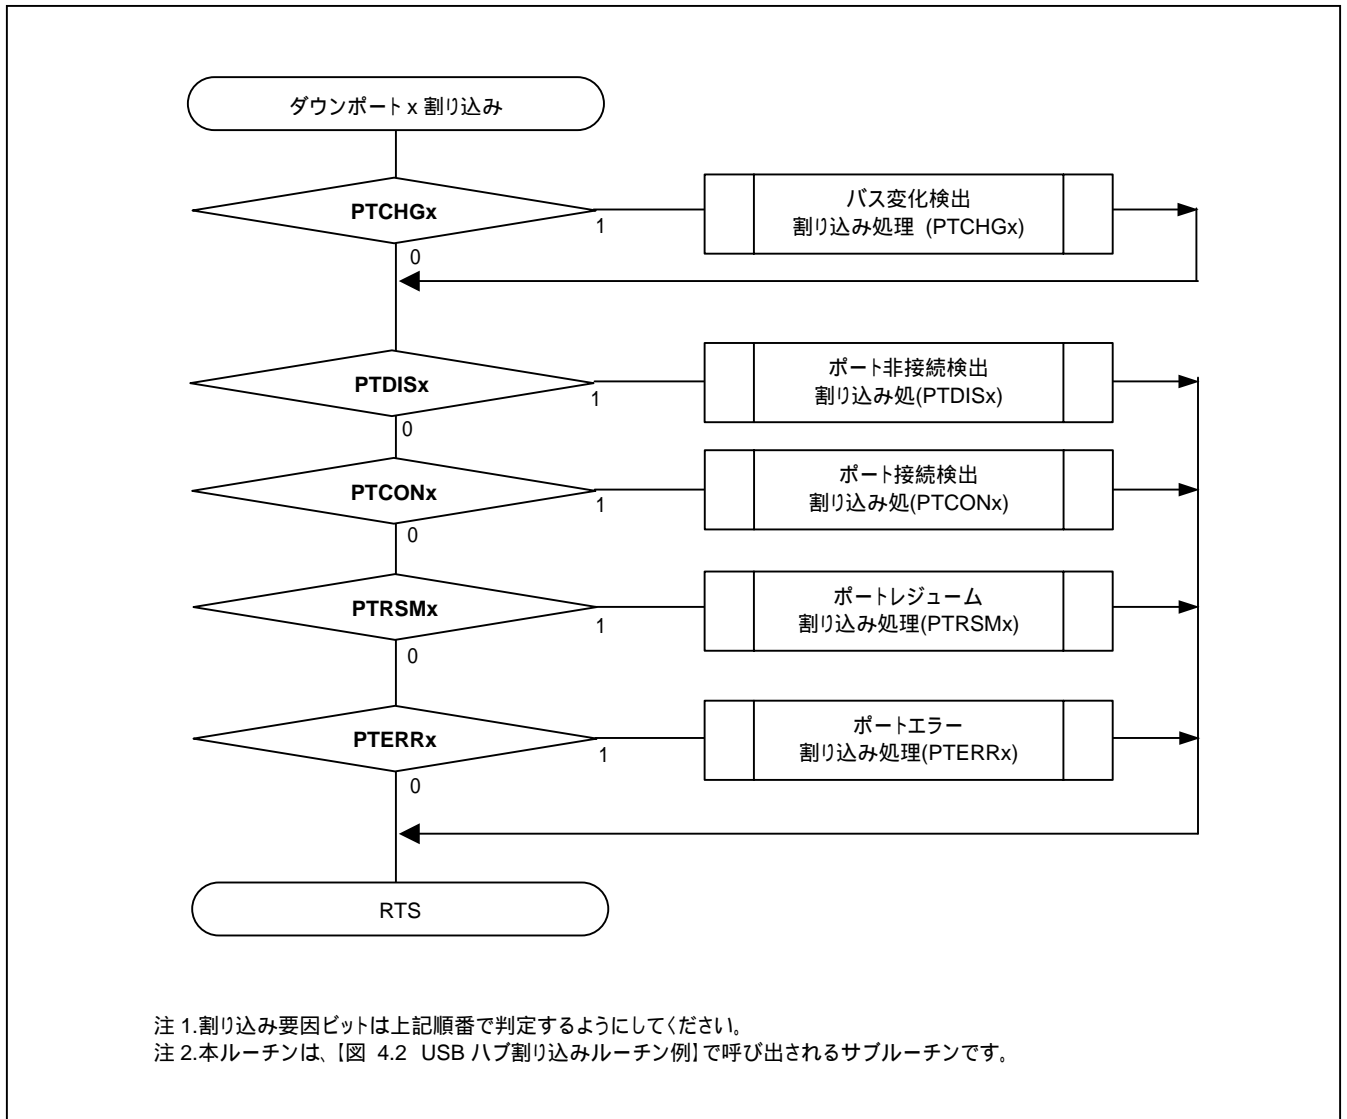

図 4.4 ダウンポート x 割り込みルーチン例
- ・割り込みルーチン例を図 4.4に示します。
ダウンポートx割り込みルーチン例を図 4.4に示します。